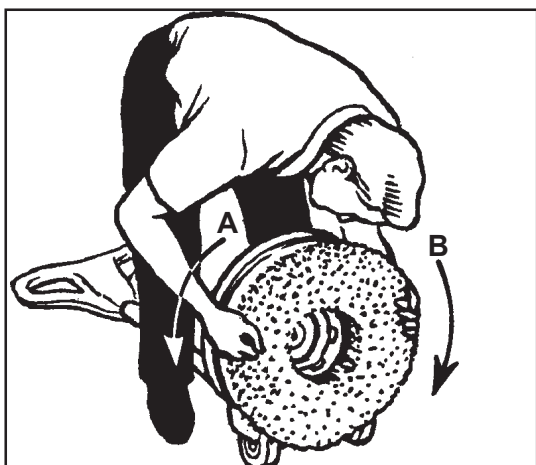

Figure 2
3. Tilt the machine backward until the handle is on the floor. See figure 2.
4. Put one foot on each side of the machine. See figure 2.
6. To lock the brush or pad into position, turn the brush or pad driver as indicated in figure 2 (A).
7. To unlock and remove the brush, turn the brush or pad as indicated in figure 2 (B).
3. Vuelque la máquina hacia atrás hasta que la tobera toca el suelo. (Véase fig. 2).
4. “Cabalgando” sobre la máquina (Véase fig. 2)
6. Fije el cepillo o el disco girando en el sentido de las agujas del reloj. Véase fig. 2 (A).
7. Para quitar el cepillo o el disco, desbloquee el accesorio girando en el sentido contrario de las agujas del reloj, pues sáquelo. Véase fig. 2 (B).
3. Incliner la machine vers l'arrière jusqu'à ce que le timon touche le sol. (Voir fig. 2)
4. En “chevauchant” la machine (Voir fig. 2)
6. Fixer la brosse ou le disque par pivotement dans le sens horlogique. Voir fig. 2 (A).
7. Pour déposer la brosse ou le disque, débloquent l'accessoire par pivotement dans le sens anti-horlogique, puis le retirer. Voir fig. 2 (B).